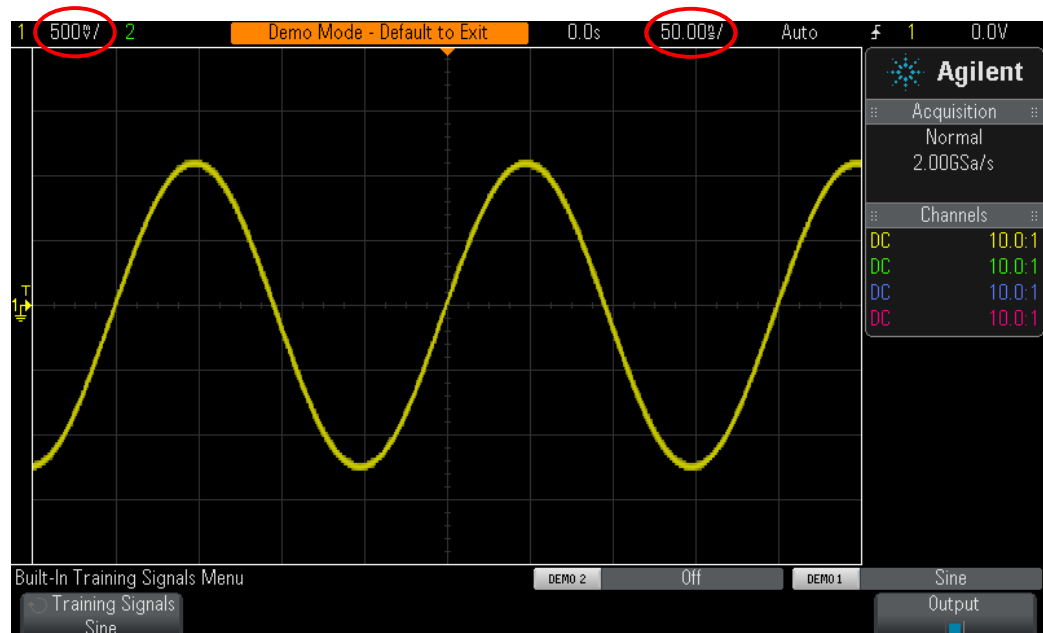

Рис. 9 Начальная настройка для просмотра обучающего сигнала синусоидальной волны
- 8 Поверните ручку с/дел (большая ручка в области “Коэф.развертки”) по часовой стрелке так, чтобы на дисплее отображалось больше двух циклов синусоидальной волны. Правильная настройка должна составить **50 нс/дел**, что видно по значению “50,00 нс/” в центре верхней части дисплея. Вид на дисплее осциллографа теперь должен соответствовать **Рис. 9**. Далее эти значения будем называть настройкой временной развертки осциллографа.